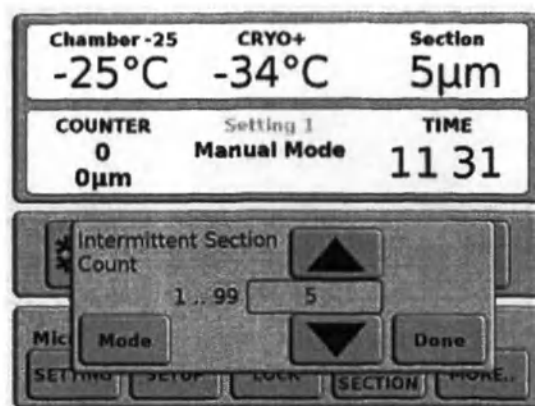

Рисунок 8.48
1. В главном меню нажмите кнопку [SECTION]. На дисплее появится экран режима прерывистого выполнения срезов (Рисунок 8.48).